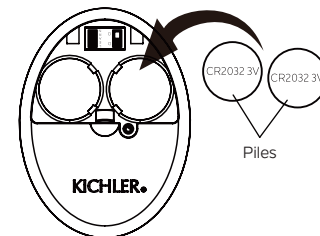

Fig. 29
Étape 2. Pour rendre le ventilateur opérationnel, installez deux piles 3V CR2032 (incluses). Les piles doivent être installées avec le côté positif (+) vers le haut. Remplacez-les par des piles CR2032 si nécessaire. (Fig. 29)